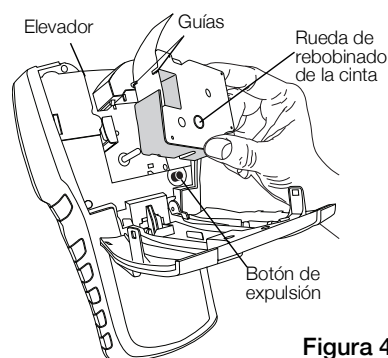

Figura 4
- 2 Pulse el botón de expulsión del cartucho. Consulte la Figura 4. El cartucho de etiquetas sobresaldrá de la impresora.